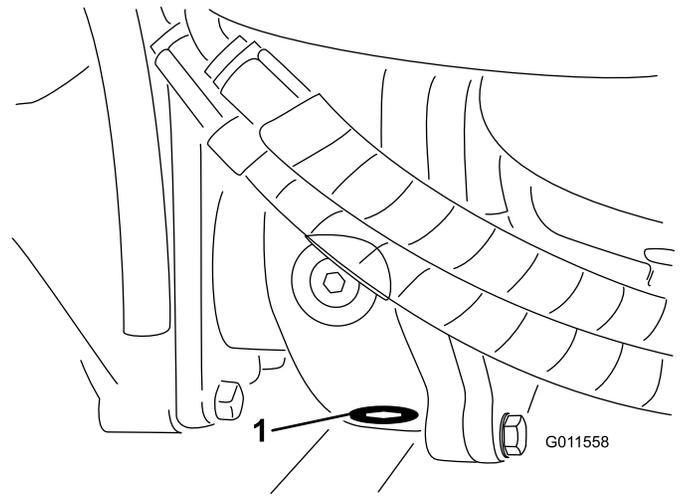

**Figura 93**
2. Pulite attorno ai tre tappi di spurgo, uno per lato ed uno in centro (Figura 93).